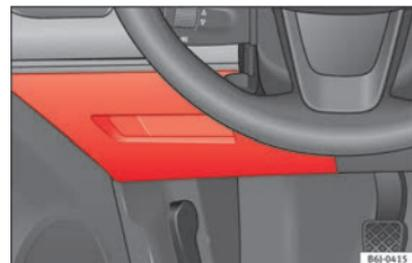

Fig. 39
- Abrir: extraiga la tapa de la caja de fusibles » » » **fig. 39**.